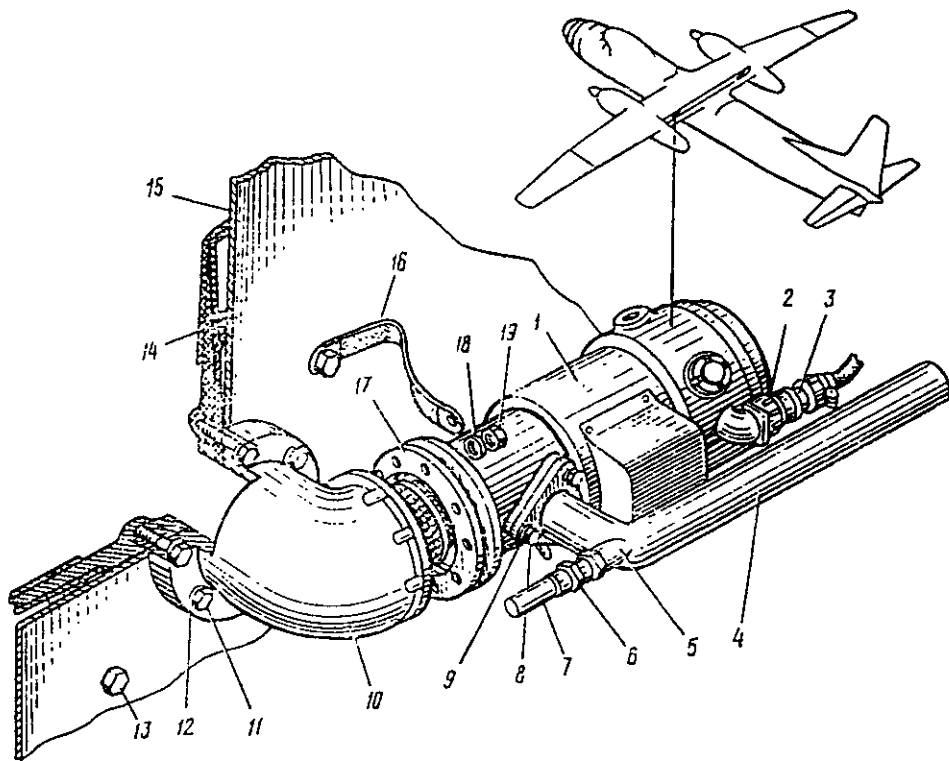

Рис. 1.25. Установка подкачивающего насоса 463:
(8) Рис. 1.25 считать утратившим силу.